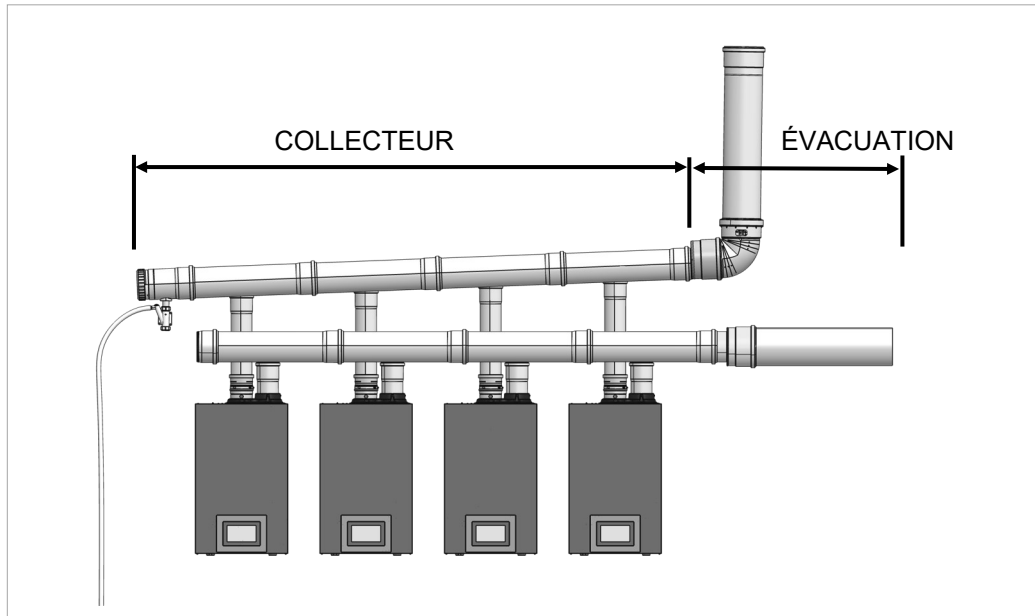

Figure 7. Longueur collecteur et conduit d'évacuation
- Le collecteur est le conduit d'évacuation principal auquel plusieurs autres conduits se raccordent (figure 7).
- La longueur de ventilation est la distance entre l'extrémité du collecteur et la terminaison de l'évacuation des gaz de combustion (figure 7).